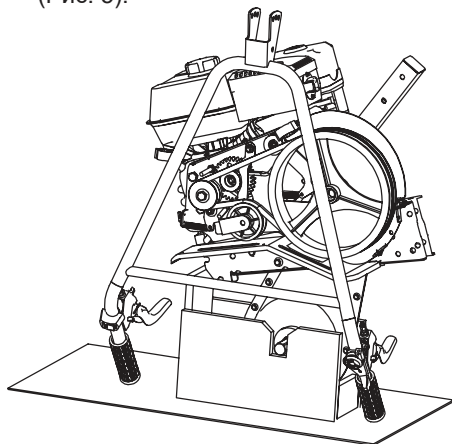

Рис. 5. Вид мотокультиватора после распаковки
1. Разрежьте коробку по углам и удалите её. Извлеките и распакуйте все детали и положите их на ровную устойчивую поверхность. Удалите все упаковочные материалы. Мотокультиватор после удаления коробки рекомендуется оставить на поддоне (Рис. 5).